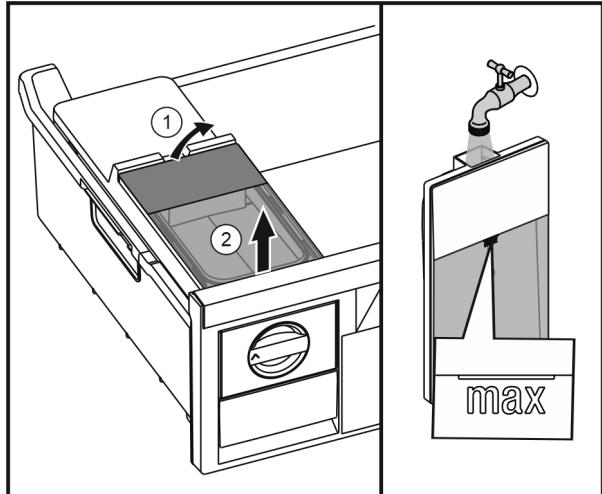

Fig. 26
- Повдигнете резервоара за вода отзад Fig. 26 (1) и извадете нагоре Fig. 26 (2).